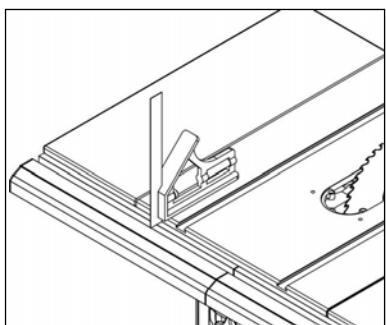

Рисунок 19.
- При помощи слесарного уголка определите параллельность правой и левой направляющих (рис. 19). При помощи комбинированного уголка проверьте параллельность обеих передних направляющих столу.